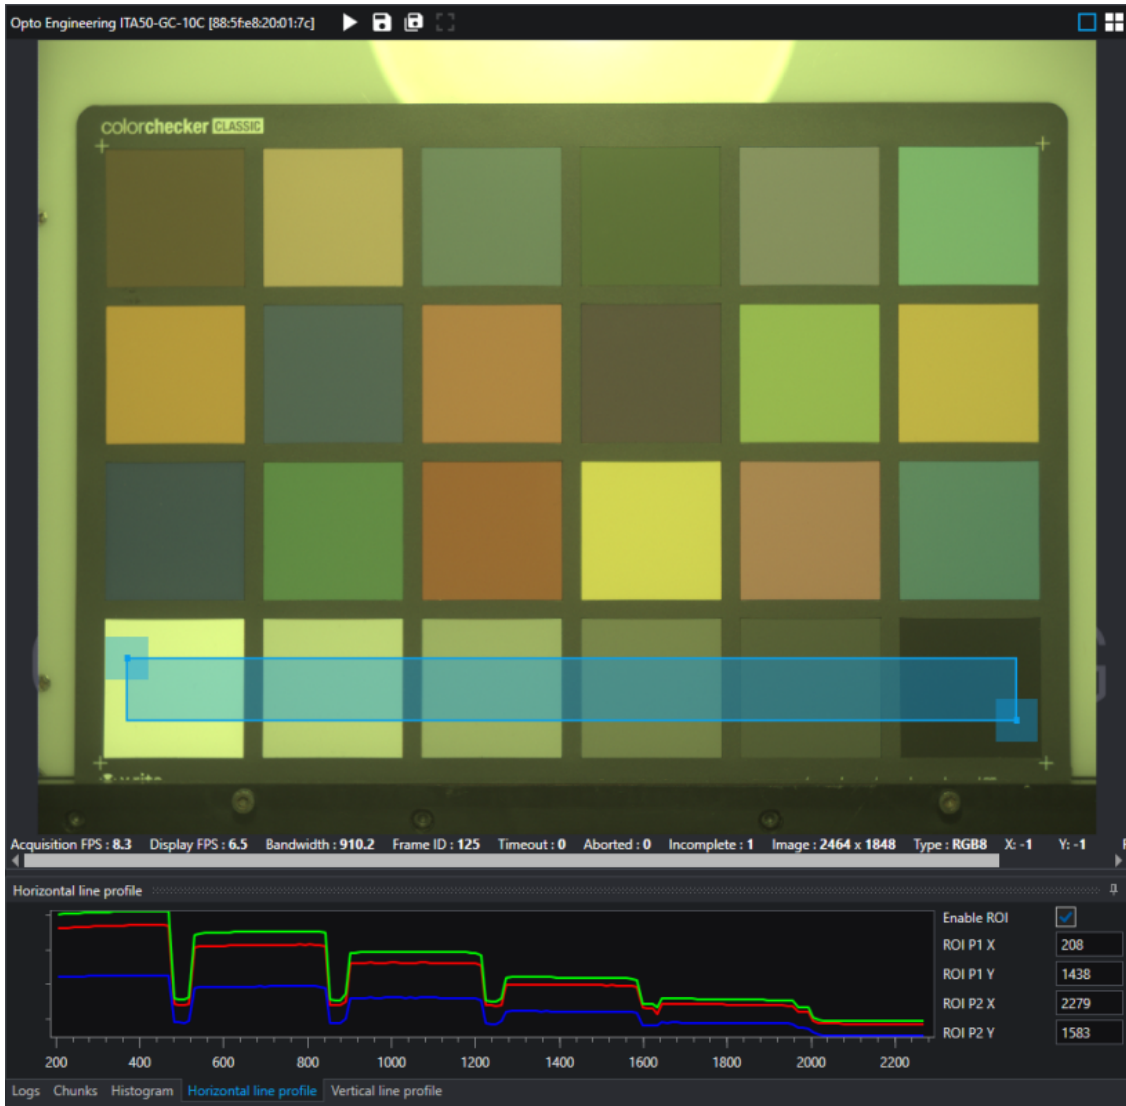

Figure 106: 색상 캘리브레이션 절차의 두 번째 단계: 녹색 채널이 color checker에서 지정한 값과 일치하도록 *Exposure Time* 및 *Gamma* 조정.
2. 표시된 이미지의 각 회색조 타일은 color checker에서 지정한 기준 값과 일치해야 합니다. 따라서 이 완벽한 일치를 위해 *ExposureTime* 및 *Gamma* 값을 조정해야 합니다(Figure 106). 우선 녹색 채널만 고려합니다(현재 픽셀 값은 이미지 표시 패널의 오른쪽 하단에 표시됩니다).